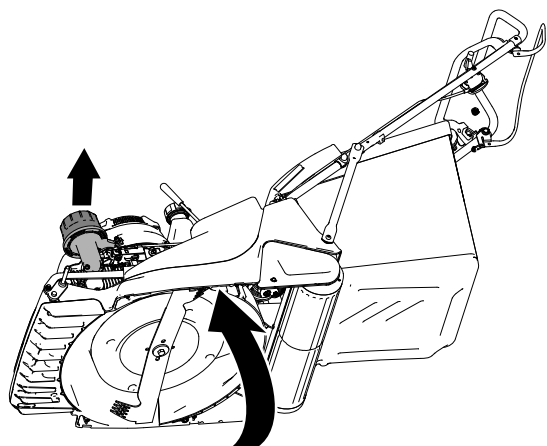

Рисунок 6
1. Наклоните газонокосилку на бок таким образом, чтобы воздушный фильтр или рычаг регулировки высоты скашивания был направлен вверх (Рисунок 6).